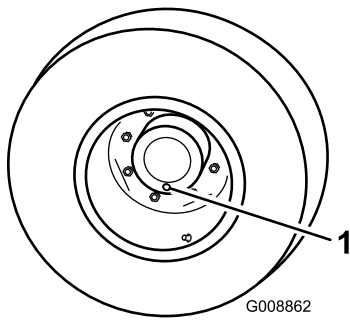

Figura 93
1. Con la macchina parcheggiata su una superficie piana, posizionate la ruota in modo che un tappo di controllo si trovi nella posizione inferiore (ore 6) (Figura 93).